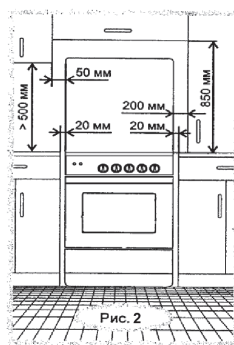

Рис. 2
- 6.8. Плита должна устанавливаться в помещении на расстоянии не менее 1,5 м от металлических раковин и труб, водопровода, отопления и канализации. Расстояния, которые необходимо выдержать при установке плиты, показаны на рис. 2.